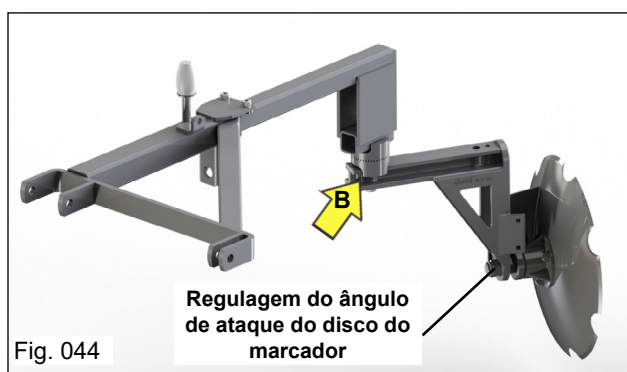

Fig. 044
- Para a operação de trabalho, efetue a regulagem do ângulo de ataque do disco recortado, através das castanhas dentadas "B". Após a regulagem fixe o parafuso das castanhas (Fig. 044).